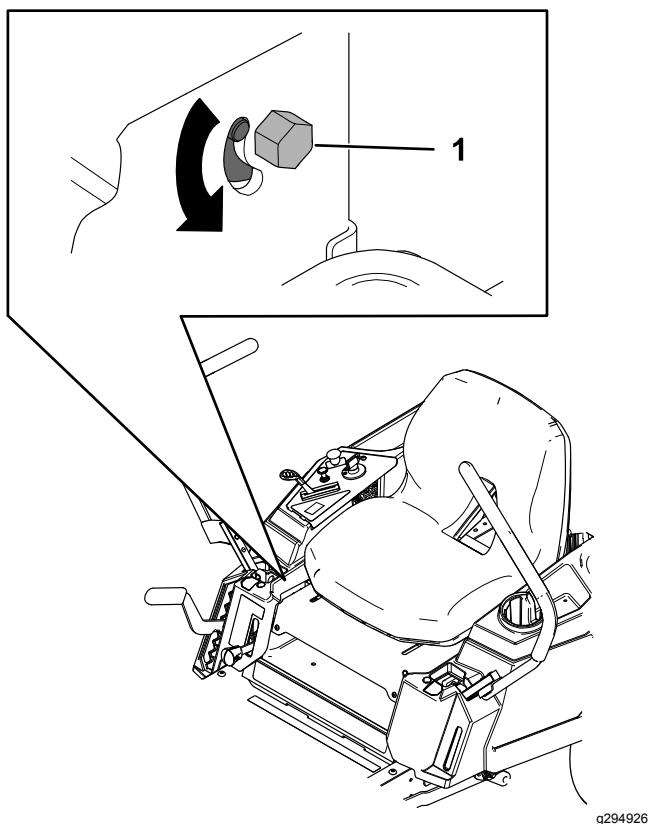

Figura 52
- Localice el perno de ajuste de la dirección junto a la palanca de control de movimiento en el lado concreto que necesite ajuste (Figura 52).